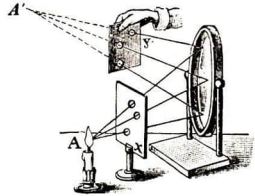

Abb. 231. Vereinigung
**Prüfung durch einen Versuch** gemäß Abb. 231. Halte eine Postkarte  $x$  mit 3 Löchern in den Weg der von  $A$  ausgehenden Lichtstrahlen und stelle durch ein Papierstück  $y$  den Weg und den schließlichen Vereinigungspunkt  $A'$  der reflektierten Strahlen fest!